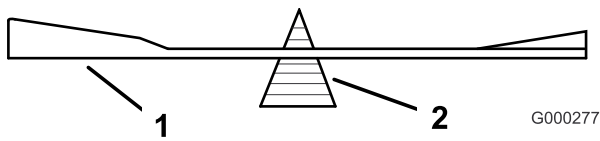

Figure 68
- Vérifiez l'équilibre de la lame en la plaçant sur un équilibreur (Figure 68). Si la lame reste horizontale, elle est équilibrée et peut être utilisée. Si la lame est déséquilibrée, limez un peu l'extrémité de la partie relevée seulement. Répétez cette procédure jusqu'à ce que la lame soit équilibrée.